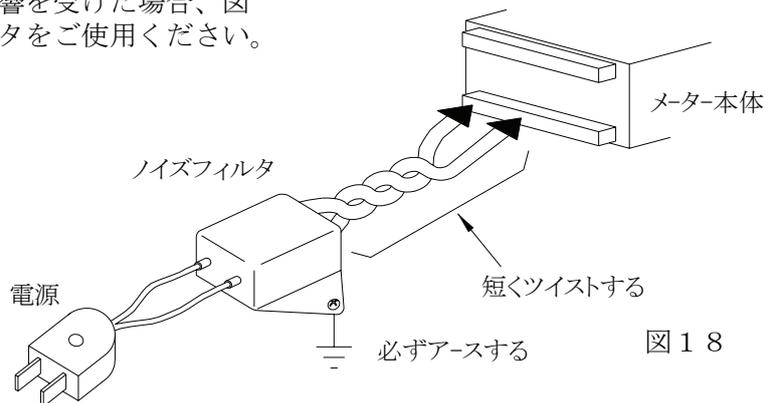

図18
- (1) 電源は動力線と直接共用しないでください。動力線を使用する場合は絶縁トランスを入れて2次側を使用してください。（弊社でも絶縁トランスPT-93を用意できます。）
- (2) センサコードに3芯シールド線を使用し、ノイズの発生源からできるだけ離して配線してください。
- (3) センサコードをできるだけ短くし、動力線やインバータなどのノイズの発生源をさけて、極力雑音を拾わない経路に配管して布設してください。
- (4) 機械のGNDアースコードには、非常にノイズが多く含まれている場合がありますので、メータのGNDに接続させない方が良い場合もあります（メータを完全に機械から絶縁状態）。
- (5) 電源ラインよりノイズの影響を受けた場合、図18のようにノイズフィルタをご使用ください。